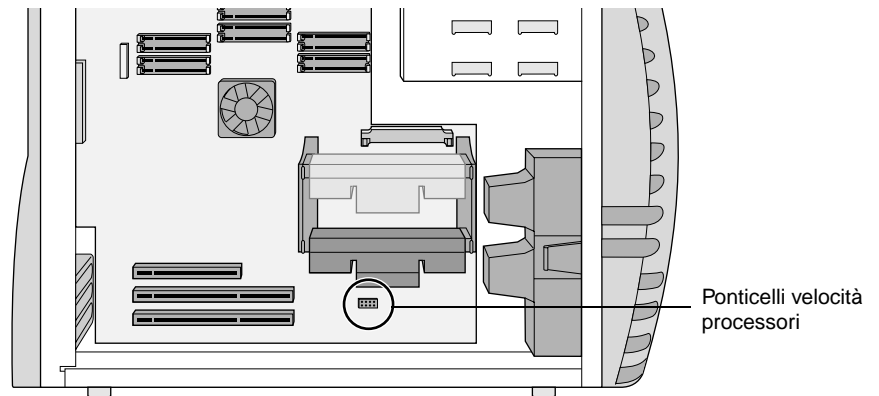

Figura 6-7 Ponticelli di velocità dei processori
11. Spostare i ponticelli di velocità nelle posizioni corrette in base al processore o ai processori da installare. Nella Tabella 6-2 sono illustrate le posizioni dei ponticelli di velocità dei processori. Nella Figura 6-7 è illustrata la posizione dei ponticelli di velocità dei processori sulla scheda di sistema.